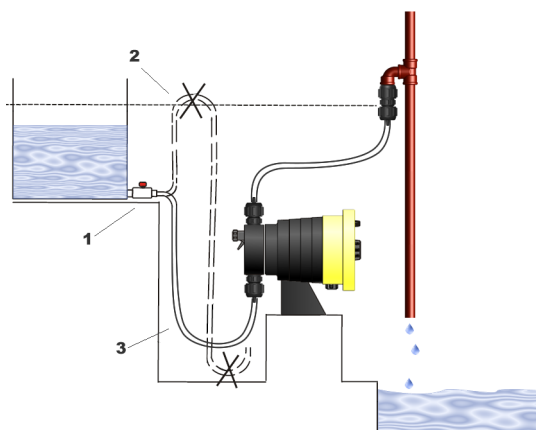

Figura 7.1 Ejemplo de dosificación a presión ambiente
- Si se dosifica a presión ambiente, fijar la válvula de retención de inyección a un soporte por encima del máximo nivel del líquido en el recipiente. Ver figura 7.1